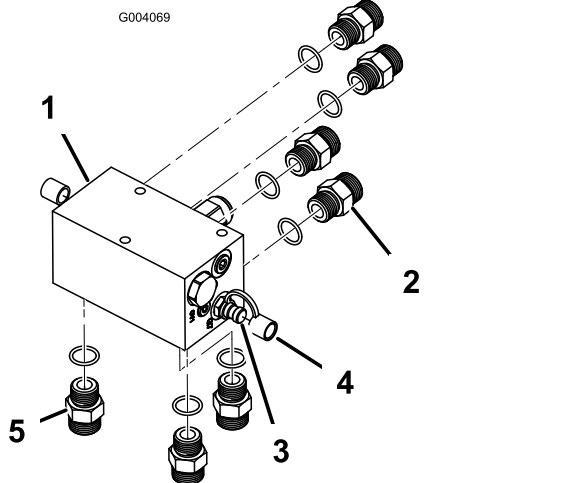

Figura 4
1. Instale 4 acoplamientos hidráulicos rectos en la parte trasera del colector (Figura 4). Apriete las fijaciones a entre 81 y 89 N·m.
2. Instale 2 acoplamientos diagnóstico en cada lado del colector, con sus tapones guardapolvo correspondientes (Figura 4). Apriete las fijaciones a entre 28 y 31 N·m.
3. Instale 3 acoplamientos hidráulicos rectos en la cara inferior del colector (Figura 4). Apriete las fijaciones a entre 81 y 89 N·m.